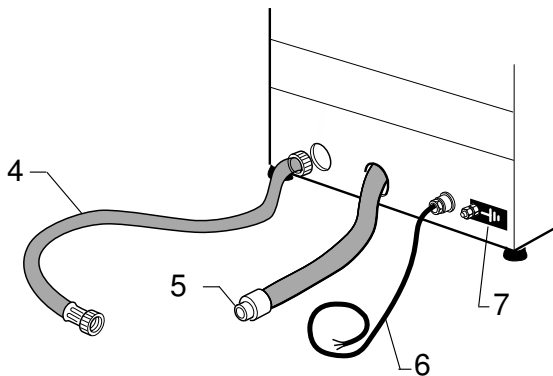

Fig. 6
3.1 Установка (рис. 6).
- Поместите машину на место ее окончательной установки и выровняйте, используя уровень и регулируя ножки (20).
3.1.a Подключение сливного шланга (рис. 6)
- Подсоедините сливной шланг (11) к сливному трапу, а другой конец - к помпе слива.
3.1.b Подключение воды (рис. 6)
- Подсоедините поставляемый шланг для подачи воды (4) к соленоидному клапану, а другой конец шланга (4) к клапану с резьбой 3/4" G, кроме того установите фильтр (8).